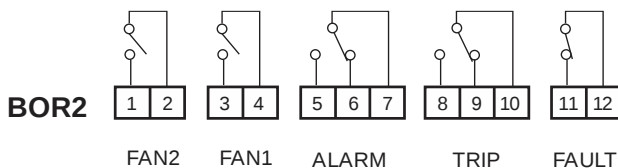
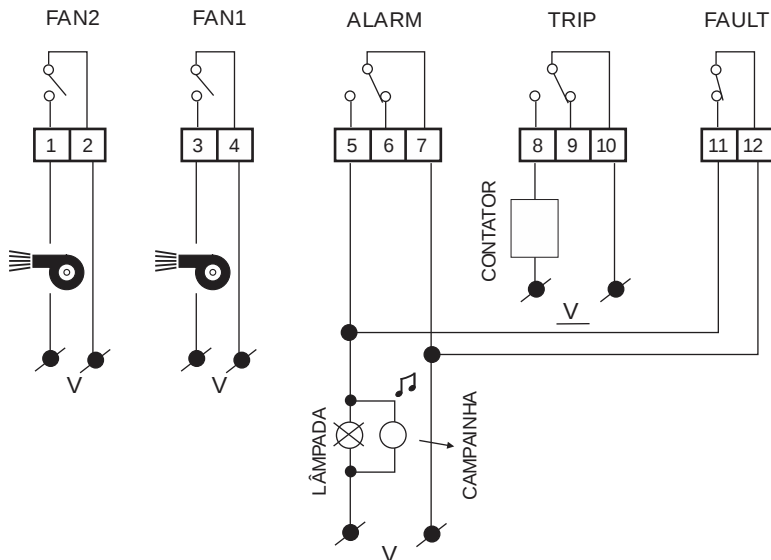

Figura 3 - Conexões Relés de Alarme e ventilação
Figura 6 - Esquema de ligação
- Faz a leitura das sondas S1, S2, S3 e Tamb. Caso alguma delas registre temperatura superior ao valor programado em ALARM em 1°C por 5s, o led ALARM acenderá. Caso a situação persista por mais de 15s, será ativado o relé ALARM, contato fechado entre os terminais 5 e 7 (Figura 3). Se pressionada a tecla  por mais de 5s, o relé ALARM abrirá os contatos 5 e 7 (útil caso o relé de alarme esteja ligado a uma sirene e deseja-se interromper o som), porém o led ALARM continuará aceso até que a temperatura de todas as sondas fique abaixo do valor programado de alarme. O relé ALARM apenas acionará novamente após sair da situação de alarme atual.
- Caso a temperatura continue aumentando e um ou mais sensores supere em 1°C por 5s o valor programado em TRIP, o led TRIP acenderá. Caso a situação persista por mais de 15s, será ativado o relé TRIP, contato fechado entre os terminais 8 e 10 (Figura 3). Quando se ativa o TRIP, ativa-se ALARM, pois é condição anterior a TRIP.
- Quando a temperatura diminuir em 1°C ao valor programado em TRIP, o led TRIP apagará e o relé voltará à condição anterior, contato aberto entre os terminais 8 e 10 (Figura 3).
- Quando a temperatura diminuir em 1°C ao valor programado em ALARM, o led ALARM apagará e o relé voltará à condição anterior, contato aberto entre os terminais 5 e 7 (Figura 3).
- Teste de presença ou falha dos sensores PT100: As falhas possíveis de detectar são de sensor aberto ou curto-circuito do PT100. Caso detecte a ausência ou falha de algum sensor, aparecerá no painel a mensagem **FLt** seguida do nome dos sensores que estão com problema (**S1**, **S2**, **S3** ou **Tamb**). O led FAULT, juntamente com os leds dos sensores com falha, piscará. O relé FAULT fechará, contato fechado entre os terminais 11 e 12 (Figura 3). Se o equipamento sair da condição de falha, o led FAULT apagará e o relé abrirá, contato aberto entre os terminais 11 e 12 (Figura 3).
- Caso algum sensor supere a temperatura do parâmetro Fon (Fan on) por um período superior a 15s, será ativado o relé FAN1 (Figura 3, contatos 3 e 4 fechados). O relé desliga quando a temperatura de todos os sensores for inferior ao valor programado no parâmetro Fof (Fan off). O mesmo se dá para os parâmetros de FAN2 e o relé FAN2 (Figura 3, contatos 1 e 2).
Na Figura 3 é apresentada a pinagem dos relés de saída do controlador. Conforme o esquema da Figura 6, o relé FAULT opera normalmente ligado, o que significa que o controlador apresentará falha também em caso de falta de alimentação em BOR3.